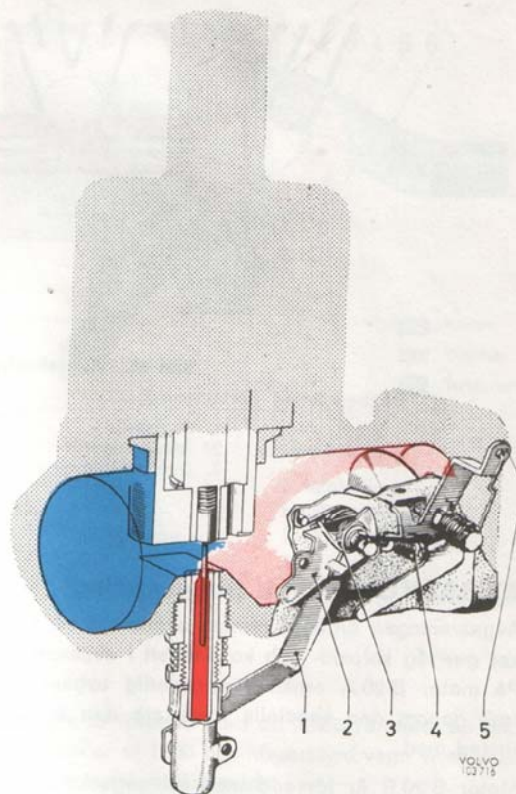

Bild 85. Förgasare, snabbtomgång
vilket påverkas genom ett länksystem från kallstart-reglaget vid förarplatsen. På grund av att bränslenålen är konisk ökas genomströmningsarean för bränslet då munstycket sänkes. När reglaget drages ut, tryckes hävarmens (3) yttre ända nedåt och påverkar munstycket så att det tryckes ned. Dessutom påverkas snabbtomgångsskruven av kammen på hävarmen (2, bild 85) och gasspjällen öppnas något.
Då kallstartsreglaget drages ut påverkas även gasspjället. Hävarmen (2, bild 85) är i ena ändan utformad till en kam, vilken trycker på snabbtomgångsskruv (4) varigenom gasspjällen öppnas. Motorn erhåller på så sätt ett högre tomgångsvarvtal under den tid kallstartsreglaget är utdraget.